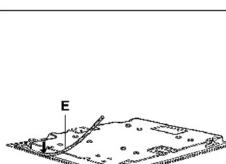

РИС. 11
- Переверните варочную поверхность и правильно расположите прокладку «E» (рис. 11) под краями варочной поверхности так, чтобы наружная сторона прокладки точно совпадала с наружным краем варочной поверхности. Края полосок должны совпадать, не выступая друг над другом.